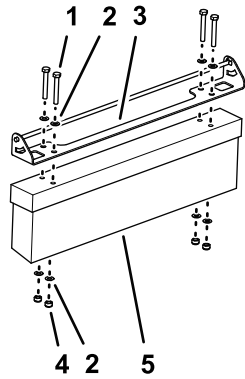

Рисунок 1
1. Совместите отверстия в кронштейне регулировки щетки с отверстиями в уборочной механической щетке, как показано на Рисунок 1.
2. Прикрепите кронштейн регулировки щетки к уборочной механической щетке (Рисунок 1) с помощью 4 колпачковых болтов (8 x 60 мм), 8 шайб (8 мм) и 4 контргайки (8 мм).